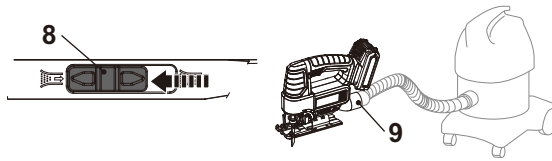

Fig. 3
Conecte un dispositivo de extracción de polvo, por ejemplo, un accesorio de aspiración adecuado (Ø 35 mm) a la conexión de extracción de polvo (9). Deslice el interruptor de selección de soplado/ aspiración (8) (Fig. 3) hacia la izquierda hasta la posición de aspiración de polvo.